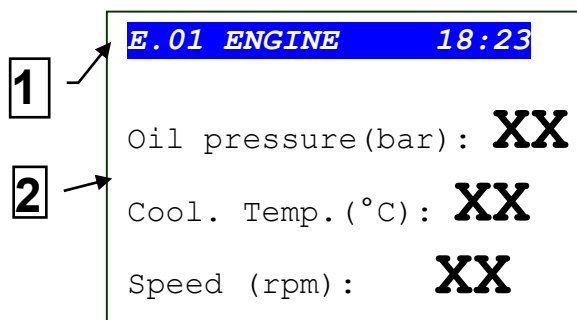

Рис. 3 – Область отображения
3.3.2 Элементы области отображения (см. рис. 3)